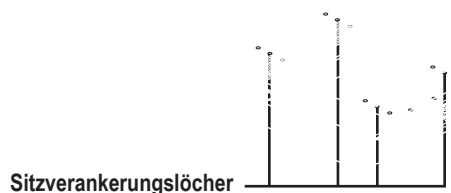

Bild 11. Einstellung der Sitzposition für Kontursitz
6. Platzieren Sie die Extrusionen auf anderen Befestigungslöchern. Sie müssen beide Extrusionen um die gleiche Anzahl von Löchern nach vorne oder hinten bewegen. **Siehe Bild 11.**